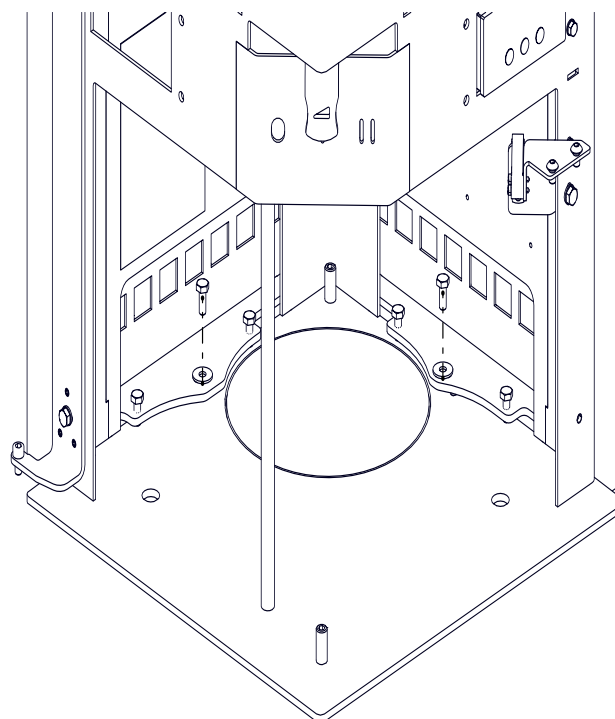

Abb.2
- 2x Befestigungsschrauben für Rück- und Seitenwand unten am Gerät abschrauben (siehe Abb.2).